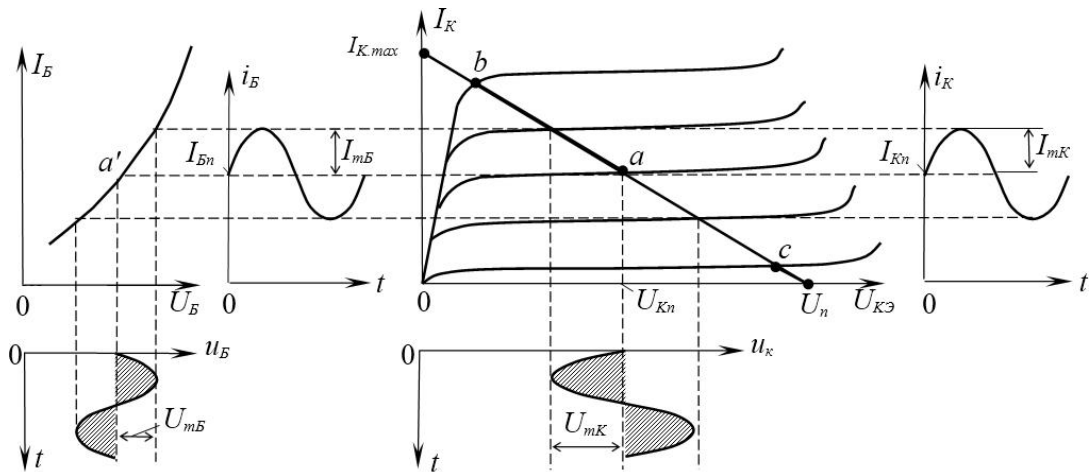

Рисунок 11.2 – К расчёту усилителя
В усилителе, кроме источника переменного сигнала, действует источник напряжения с ЭДС  $E_n$  (обычно напряжение  $U_n = 10-30$  В) с внутренним сопротивлением  $R_{вт}$ . Сопротивление резистора  $R_k$  выбирают, исходя из требований усиления входных сигналов и ограничения тока коллектора  $I_k$  транзистора  $VT$ . Обычно сопротивление  $R_k$  составляет  $0,2-5$  кОм для транзисторов малой мощности и около  $100$  Ом для транзисторов средней мощности. Резисторы  $R_1$  и  $R_2$  делителя напряжения питания  $U_n$  предназначены для установки тока базы  $I_b$  транзистора (по постоянному току) в соответствии с рабочей точкой (точкой покоя) на линии нагрузки (рисунок 11.2).
В режиме работы усилителя по *постоянному току* для получения наименьших нелинейных искажений усиливаемого сигнала рабочую точку  $a$  (см. рисунок 11.2) выбирают посередине рабочего участка  $bc$  линии нагрузки по постоянному току, описываемой уравнением:
На основании заданного типа транзистора, параметров усилителя произвести расчёт элементов схемы (см. рисунок 11.2) и осуществить их выбор. Исходные данные приведены в таблице 11.1.
- 4 Как добиться расположения точки  $a$  на середине отрезка  $bc$  (см. рисунок 11.2)?